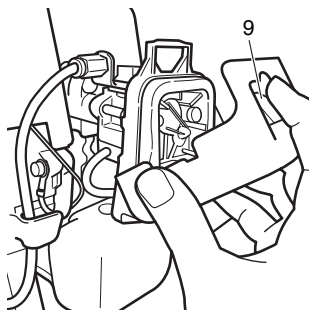

Fig. 6
Appuyez sur l'onglet supérieur (9) et ouvrez le couvercle du filtre à air. (Fig. 6)